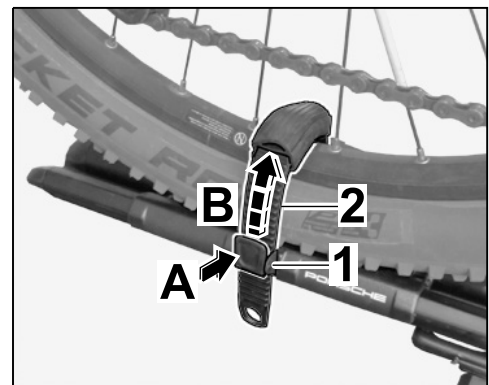

Bild 36
8.1 Spannschloss drücken (⇒ Bild 36 -A-) und Spannriemen herausziehen (⇒ Bild 36 -B-).